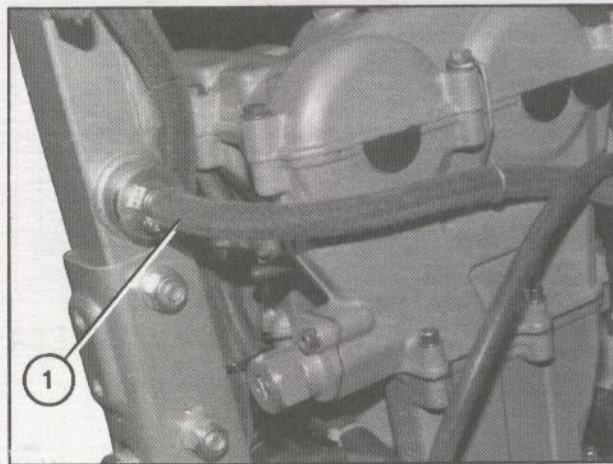

Fig. 46
- Staccare il manicotto dell'olio (1 Fig. 46) dal filtro posto sulla triangolatura del telaio.
- Detach the oil coupling (1 Fig. 46) from the filter situated on the triangle of the frame.